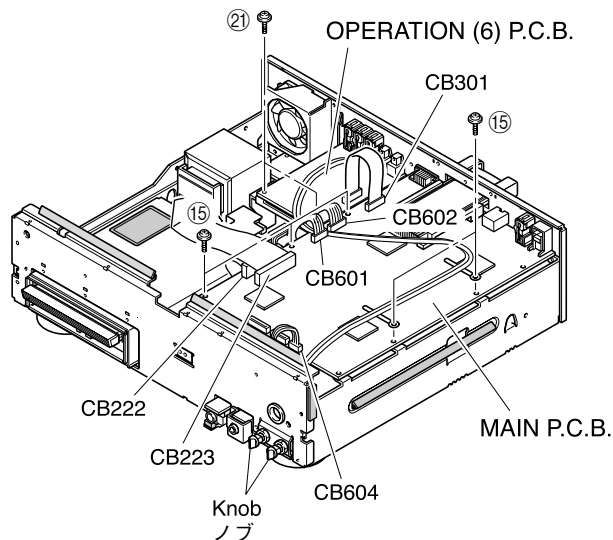

Fig. 15
- i. Disconnect the connectors (CB222, CB223, CB301, CB601, CB602 and CB604). (Fig. 15)
- j. Remove 5 screws (15) and then remove the MAIN P.C.B. (Fig. 15)
- n. Remove 2 knobs. (Fig. 15)
- q. Remove 2 screws (21) and then remove the OPERATION (6) P.C.B. (Fig. 15)
- i. CB222、CB223、CB301、CB601、CB602、CB604を外します。(Fig. 15)
- j. ⑮のネジ5本を外し、MAIN P.C.B.を外します。(Fig. 15)
- n. ノブ2個を外します。(Fig. 15)
- q. ㉑のネジ2本を外し、OPERATION(6)P.C.B.を外します。(Fig. 15)